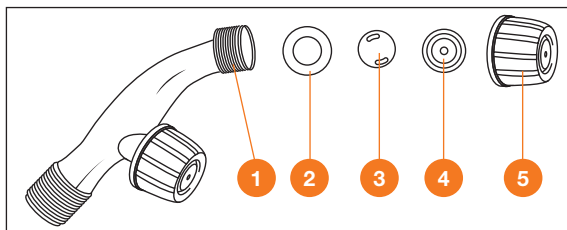

Рис. 31
Сборка распылительной форсунки (Рис. 31) - к переходнику ① установите плоское уплотнительное кольцо ②, присоедините распылитель ③ и сопло ④, закрепите накидной гайкой ⑤.